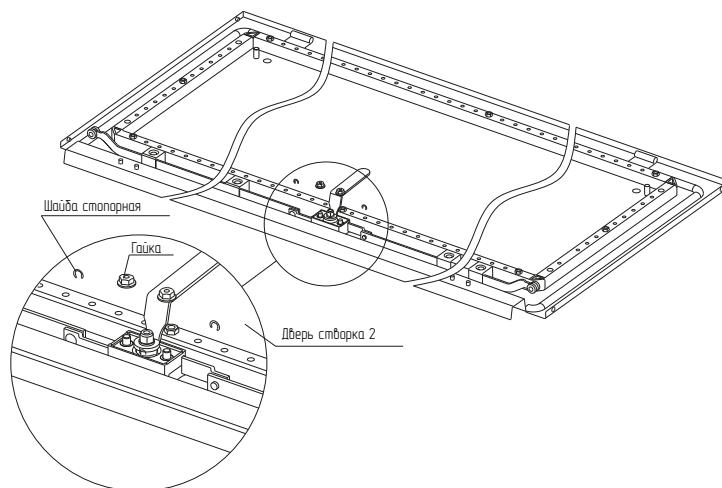

Рисунок 1
4.1.2 Установить замок на шпильки створки 2 двери, закрепить гайками M6 из комплекта, момент затяжки 4 Н·м, надеть ригели двери на направляющие замка и закрепить шайбами стопорными (рисунок 1).